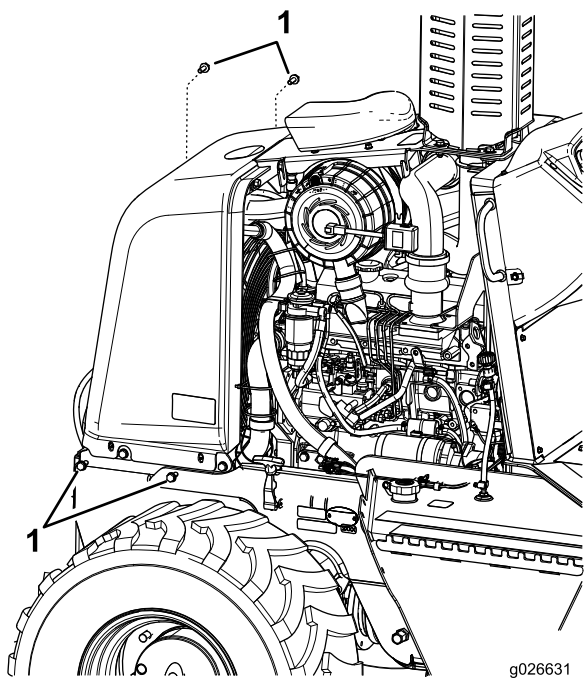

Figure 38
- 3. Retirez les 4 boulons au bas des côtés droit et gauche du panneau avant (Figure 38).